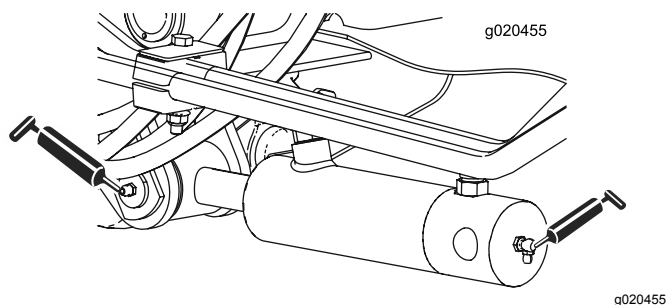

Figure 63
- 2 (de chaque côté) bagues de vérin de bras de levage (Figure 63)